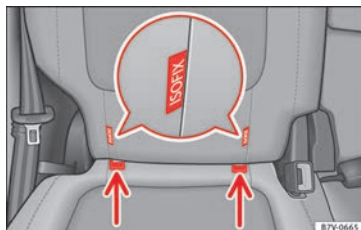

Fig. 26 Versión 2: identificación de los puntos de anclaje para el asiento para niños en el asiento del vehículo.
- Encaje el asiento para niños en las anillas de sujeción » » » **fig. 26**, en el sentido de la flecha. El asiento para niños debe encastrar de forma segura y audible.
- Coloque el asiento para niños sobre la banqueta y enganche los ganchos de los cinturones de fijación en las anillas de fijación » » » **fig. 26**.